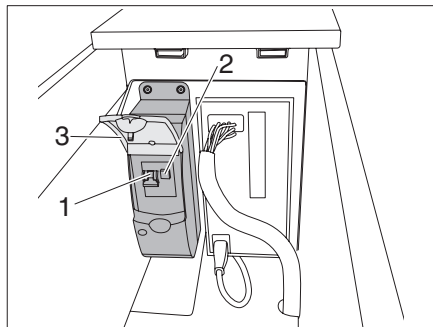

Fig. 69 Fusible automático de 230 V
► Abrir la tapa de cubierta (Fig. 69,3).
La conexión de 230 V debe estar asegurada con un fusible automático de dos polos (Fig. 69,1).
▫ El interruptor FI (Fig. 69,2) para 230 V debe dispararse una vez al año para evitar el «bloqueo» del mecanismo y que se prolongue el tiempo de disparo.